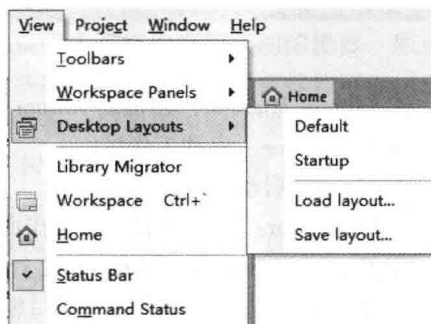
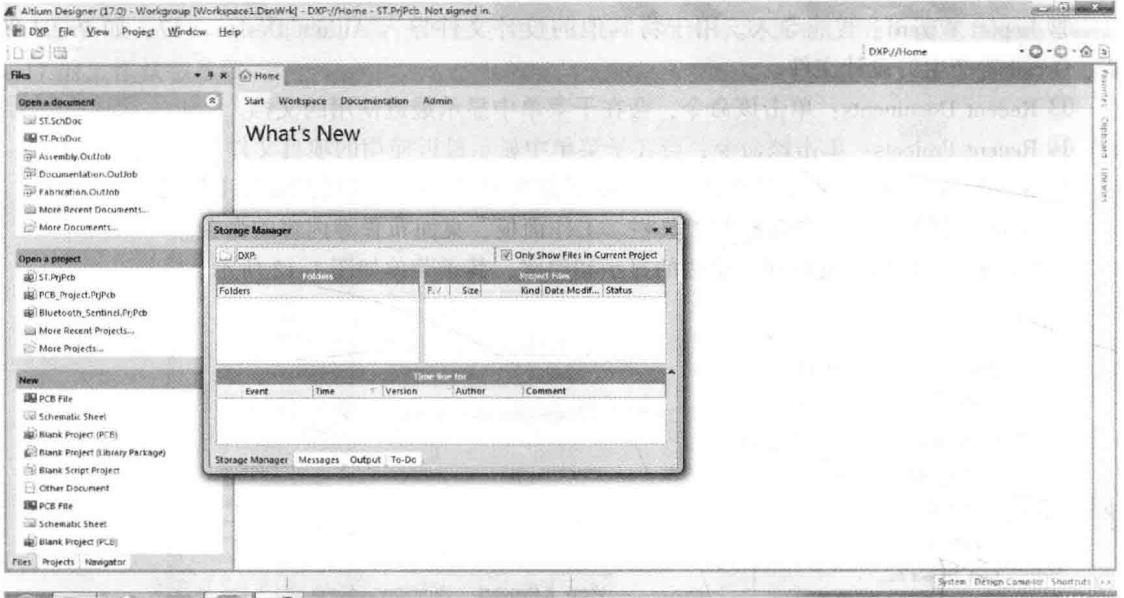
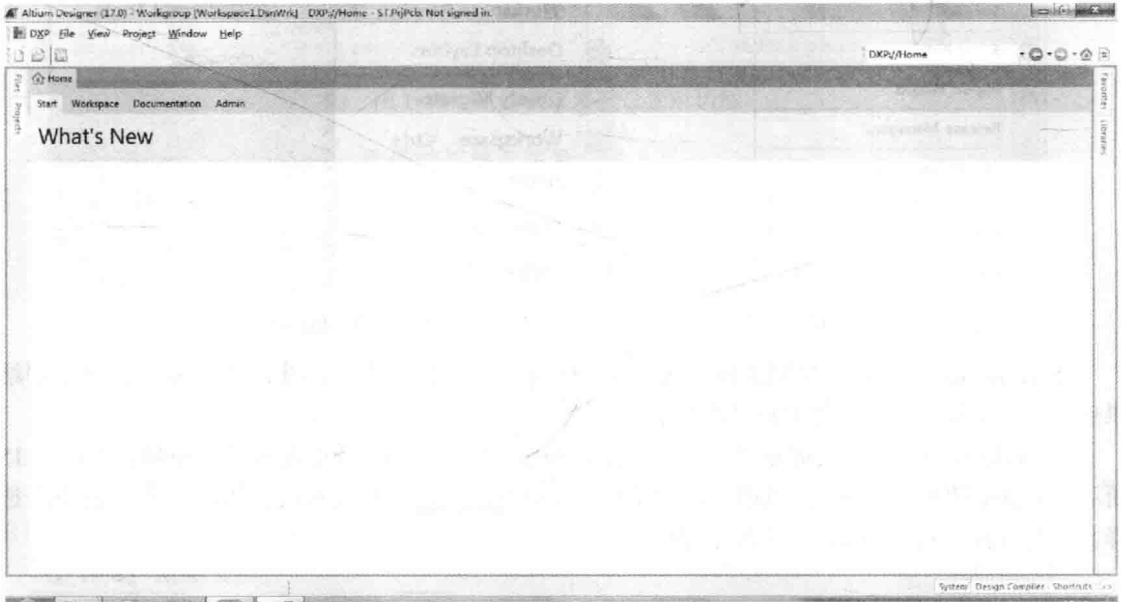

图 1-14 Desktop Layouts 子菜单
图 1-15 默认布局
图 1-16 初始布局
③ Desktop Layouts: 桌面布局, 其子菜单如图 1-14 所示。Default 表示默认布局, 如图 1-15 所示。Startup 表示初始布局, 如图 1-16 所示。Load layout 表示加载布局, 执行该命令会弹出选择文件对话框。Save layout 表示保存布局。